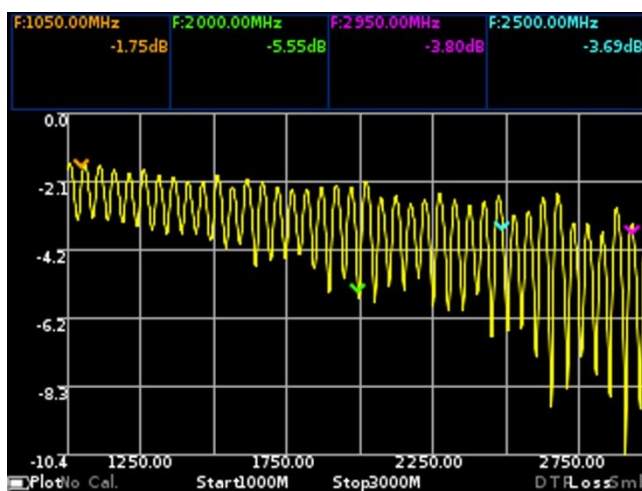

Рисунок 10.13 – График измерений потерь в кабеле
10.8.1. Вносимые кабелем потери зависят от частоты сигнала. Чем выше частота, тем больше потери. Обычно, производители кабелей указывают потери своих кабелей на одной или нескольких частотах. Для определения потерь для определенного диапазона частот или при использовании кабеля, потери которого неизвестны, используется график определения потерь в кабеле (Рисунок 10.13). На экране устройства, график отображается как **Loss**.